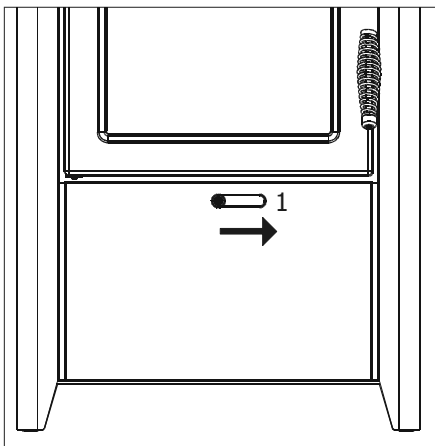

Fig. 4 Entrée d'air primaire
Le levier tourné vers la droite (pos.1) a pour but de porter une grande quantité d'air primaire sous le plan de feu du foyer, pour permettre un allumage rapide et efficace du feu (fig. 4).